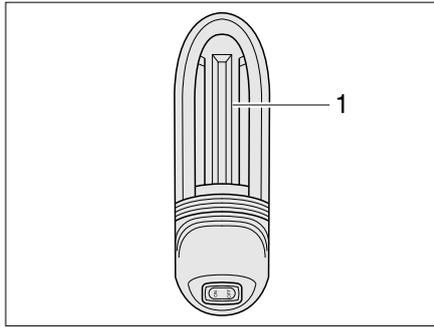

Bild 266 Garagenleuchte
- Leuchtenabdeckung (Bild 266,1) etwas nach oben schieben und abnehmen.